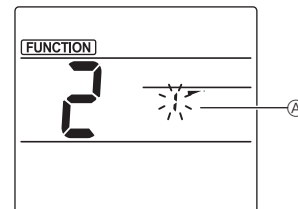

Fig. 2
② Siivekkeen numeron valitseminen (Fig. 2)